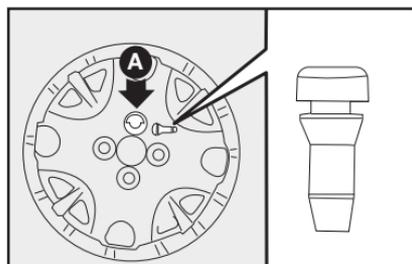

fig. 22
9) Colocar a calota cuidando para que o símbolo , na parte interna, fique em correspondência com a válvula, e dessa maneira o furo maior da calota **A-fig. 22** passe pelo parafuso já fixado;